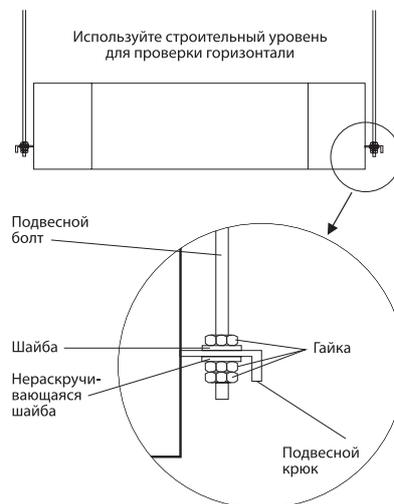

Рисунок 31 - Крепление подвесных болтов к внутреннему блоку
- Отрегулируйте относительное положение подвесных болтов таким образом, чтобы блок был расположен горизонтально со всех сторон. Для проверки горизонтали воспользуйтесь строительным уровнем. Неправильная установка внутреннего блока может привести к утечке воды, воздуха и т.д. (см. рис. 31).